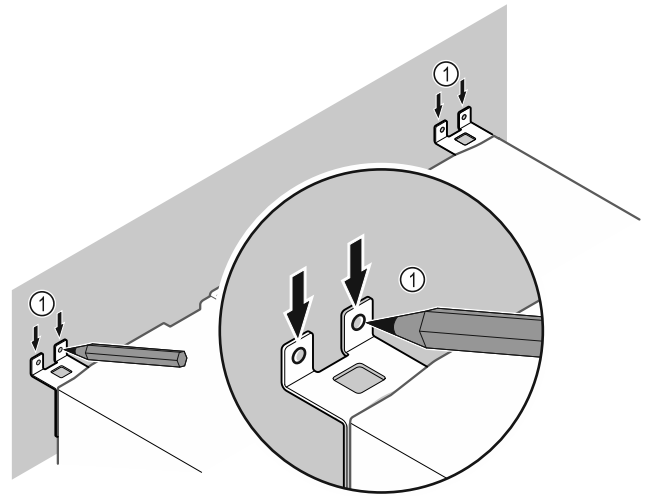

Fig. 9
- ▶ Встановити маркування на стіні Fig. 9 (1).